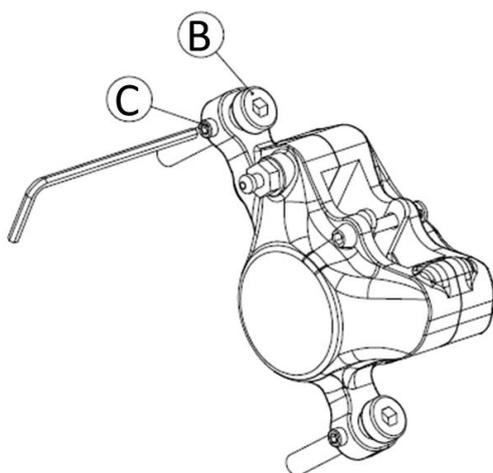

Figura 6: Serraggio grani di posizionamento pinza
- 6) Tenendo premuta la leva pompa, serrare a battuta sulle viti **B** i grani di centraggio **C**, posti lateralmente alla pinza come indicato in **Figura 6**, bloccandoli con la chiave 2mm per inserti esagonali, ad una coppia dinamometrica di 4 – 6 Nm±5%